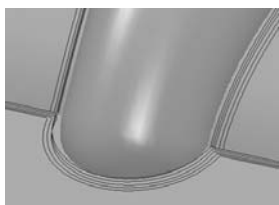

图 5-35 沿着清角刀具路径
- 1) 沿着：清角刀具路径沿着零件角落线分布，如图 5-35 所示。